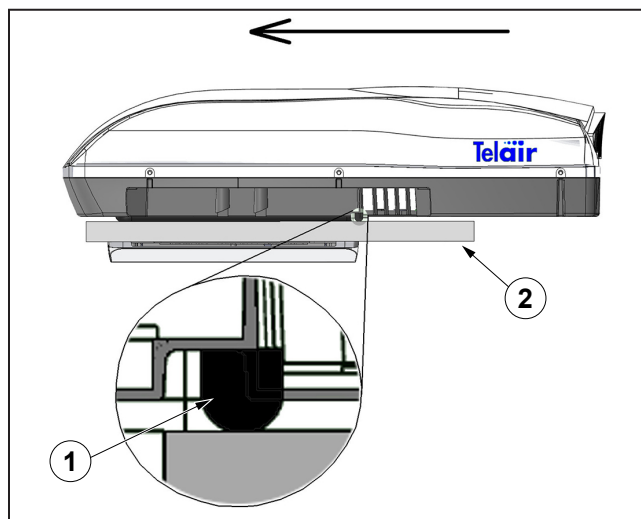

Fig. 8
Kontrollera före installationen att packningen med runt tvärsnitt på klimatanläggningens bas fortfarande är perfekt placerad inuti i sitt säte med ram ("Fig. 8" ref. 1).
Flytta klimatanläggningen på fordonstaket ("Fig. 8" ref. 2) utan att repa det och placera den över öppningen på 395x395 mm som har behandlats med tätningsmedel. En korrekt centrerung av klimatanläggningen på taket innebär att de fyra gängade fästsätena går att se inifrån husbilen.
Pilen i ("Fig. 8") anger fordonets färdriktning.